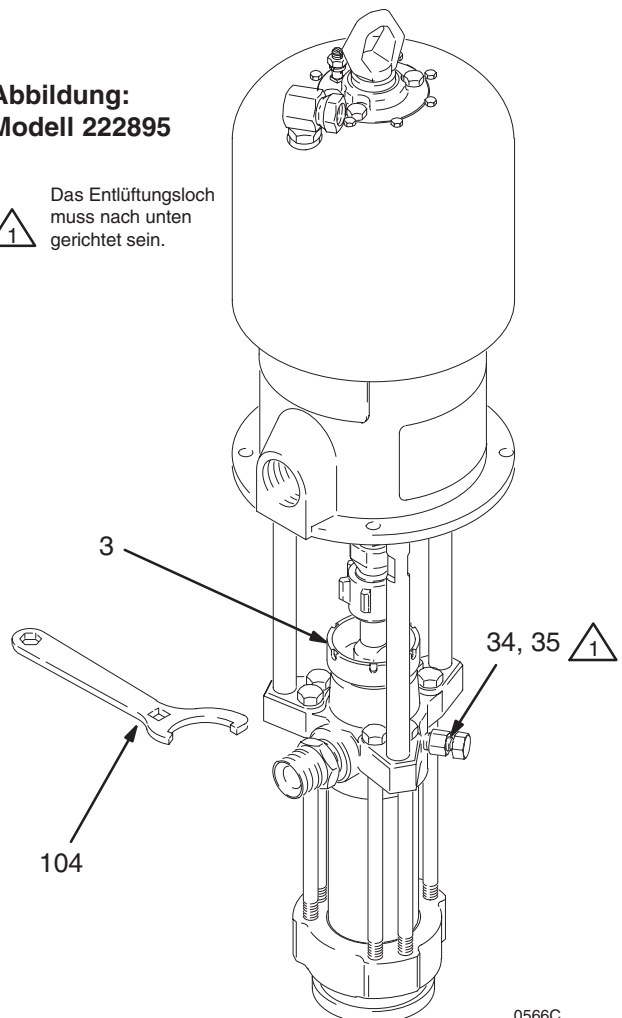

Abb. 5
Packungsmutter/Nassbehälter (3) zu 1/3 mit Graco-TSL-Flüssigkeit oder einem verträglichen Lösemittel füllen. Siehe Abb. 5. Mit dem im Lieferumfang enthaltenen Schlüssel (104) die Packungsmutter nicht zu fest, sondern gerade nur satt anziehen. Vor dem Einstellen der Packungsmutter die oben unter der **Druckentlastungs-Warnung** aufgeführten Schritte ausführen.
4. Wenn sich die Pumpe nicht vollständig füllt, den Ablassventilstopfen (35) etwas öffnen. Die Luftöffnung an der Unterseite des Ventilkörpers (34) als Entlüftungsventil verwenden, bis das Material aus der Öffnung austritt. Siehe Abb. 5. Den Stopfen (35) verschließen.
8. Wenn sich die Pumpe nicht vollständig füllen lässt, muss das Ablassventil (35) etwas geöffnet werden. Die Luftöffnung an der Unterseite des Ventilkörpers (34) ist als Entlüftungsventil zu verwenden, bis das Material aus der Öffnung austritt. Siehe Abb. 5. Den Stopfen (35) schließen.